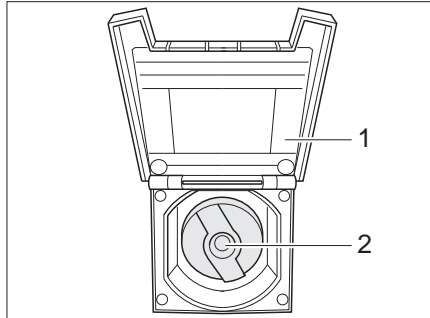

Bild 256 Verschlussdeckel für Trinkwasser-Einfüllstutzen
- Abdeckklappe (Bild 256,1) zum Trinkwasser-Einfüllstutzen öffnen.
- Schlüssel in Schließzylinder (Bild 256,2) stecken und eine viertel Umdrehung entgegen dem Uhrzeigersinn drehen.
- Trinkwasser-Einfüllstutzen (Bild 256) öffnen.